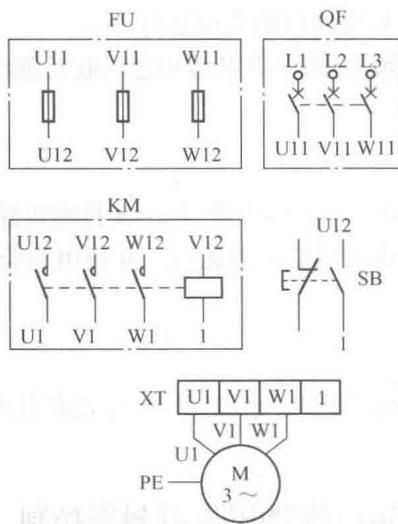

图 1-2 三相异步电动机点动运行控制电路的工程布局布线图
4) 绘制工程布局布线图。三相异步电动机点动运行控制电路的工程布局布线图如图 1-2 所示。